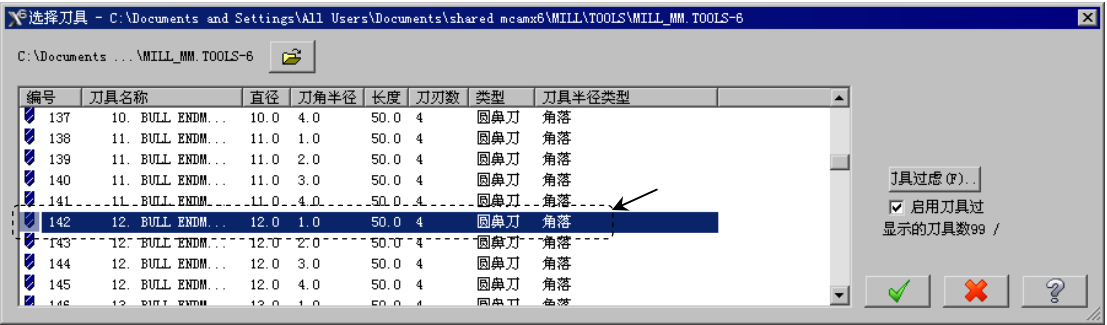

图 20.9 “选择刀具”对话框
(3) 单击  按钮，完成加工区域的设置，同时系统弹出“曲面粗加工挖槽”对话框。
Step5. 选择刀具。在“曲面粗加工挖槽”对话框中，单击 **选择刀具库...**  按钮，系统弹出“选择刀具”对话框，在该对话框的列表框中选择图 20.9 所示的刀具。单击  按钮，关闭“选择刀具”对话框，系统返回至“曲面粗加工挖槽”对话框。